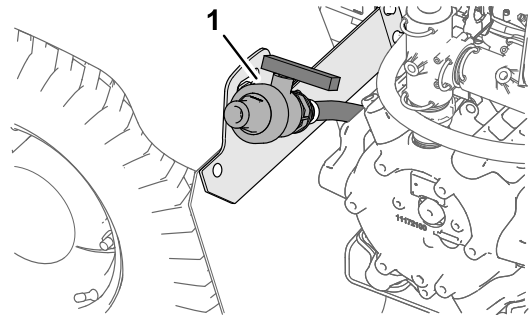

Figura 47
2. Localice la válvula de vaciado del depósito, situada en el guardabarros trasero izquierdo de la máquina (Figura 47).